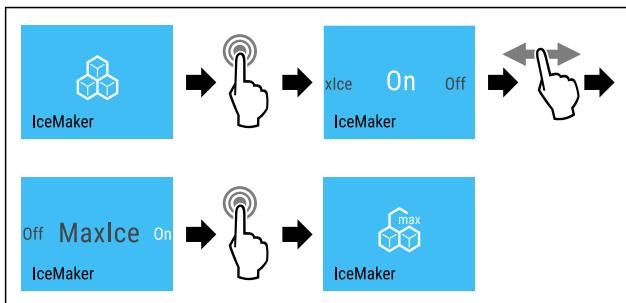

Fig. 18
- Izvedite zahtevane korake (glejte Fig. 18).